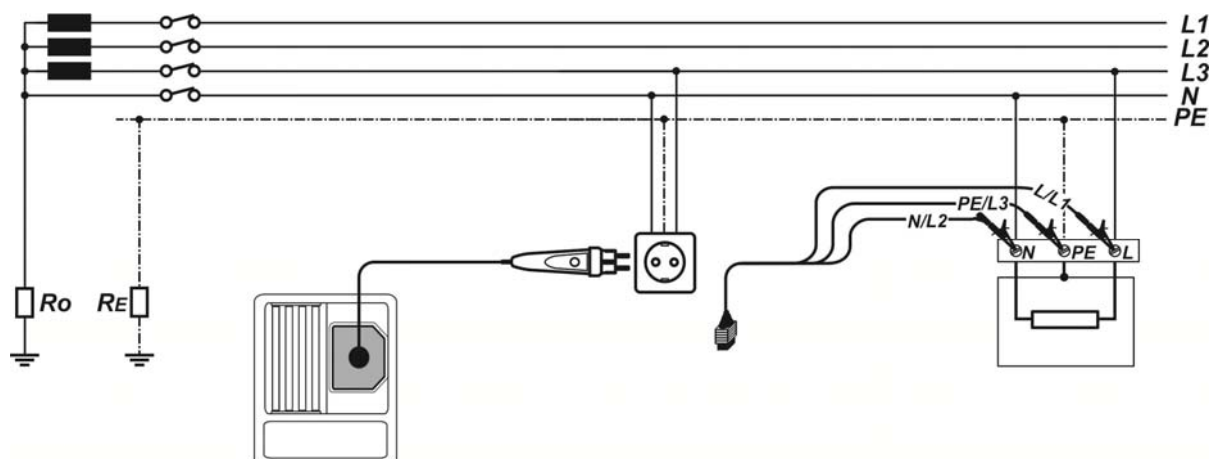

Abbildung 5.39: Anschluss des Commander-Prüfsteckers und der Dreileiter-Prüfleitung
- ❑ **Schließen** Sie die Prüfleitungen an den Prüfling **an** (siehe Abbildung 5.39).